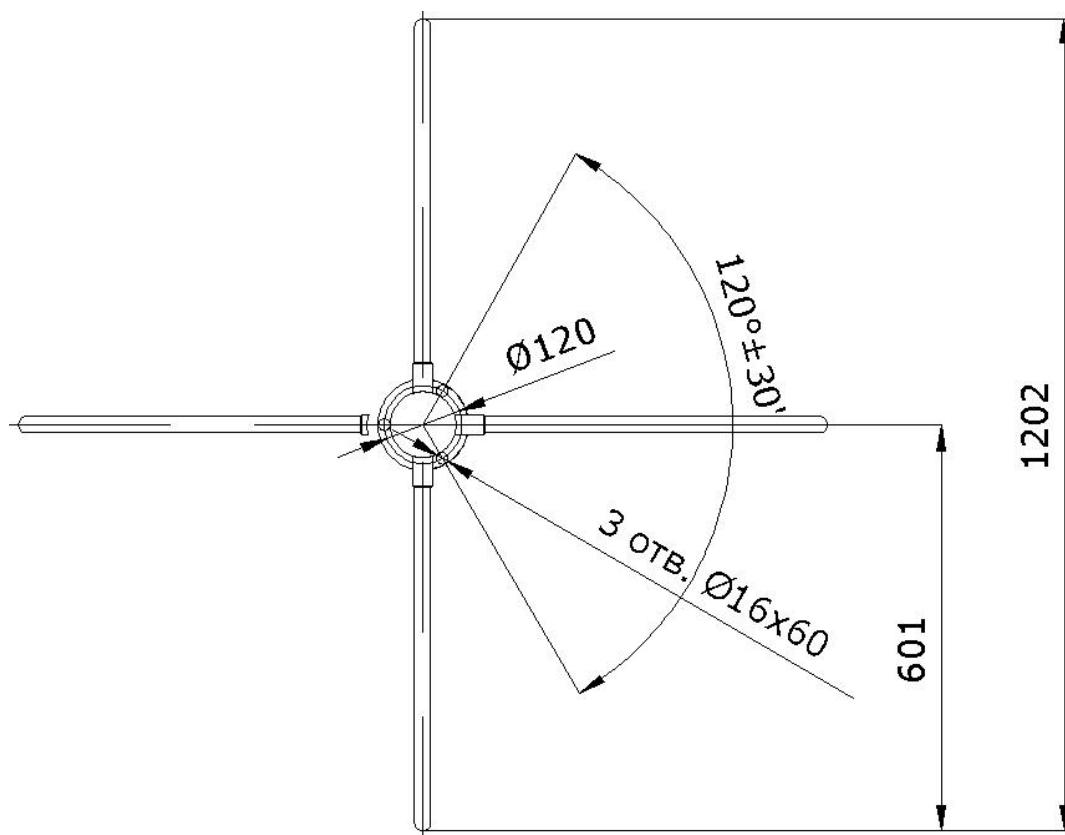

Рис. 6. Схема разметки для монтажа турникета
- разметку установочных отверстий следует производить в соответствии с рис. 6;
8.3.2. Выполните на полу разметку под анкеры для установки стойки турникета и кабельные каналы для прокладки кабеля управления (10), кабеля питания (11) в соответствии с рис. 6 и планировкой Вашей проходной.